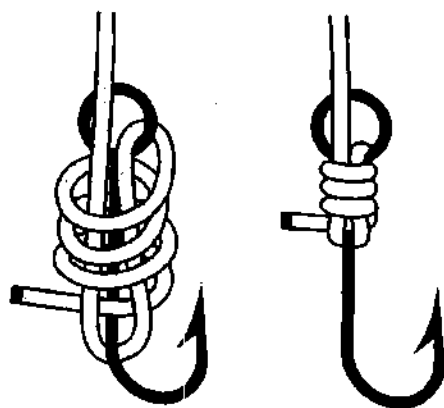

Рис. 738. Прямой узел.
*Прямой узел* с виду похож на *лососевый узел* (рис. 738). Отличие в том, что перед наложением шлагов у *прямого узла* конец пропускается в ушко. Узел надёжный и быстро вяжется. Привязанный к леске крючок висит строго в вертикальном положении. Вокруг цевья крючка может быть положено от 3 до 6 шлагов.